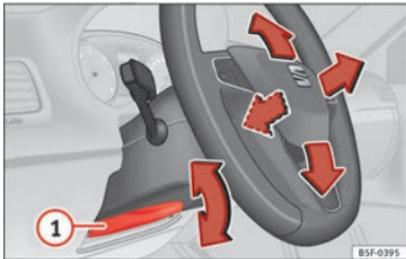

Fig. 19 Leva nella parte inferiore del lato sinistro del piantone dello sterzo.
- Regolazione della posizione del volante: tirare la leva **»» fig. 19 ①** verso il basso, muovere il volante verso la posizione desiderata e risollevare la leva fino al punto di chiusura.